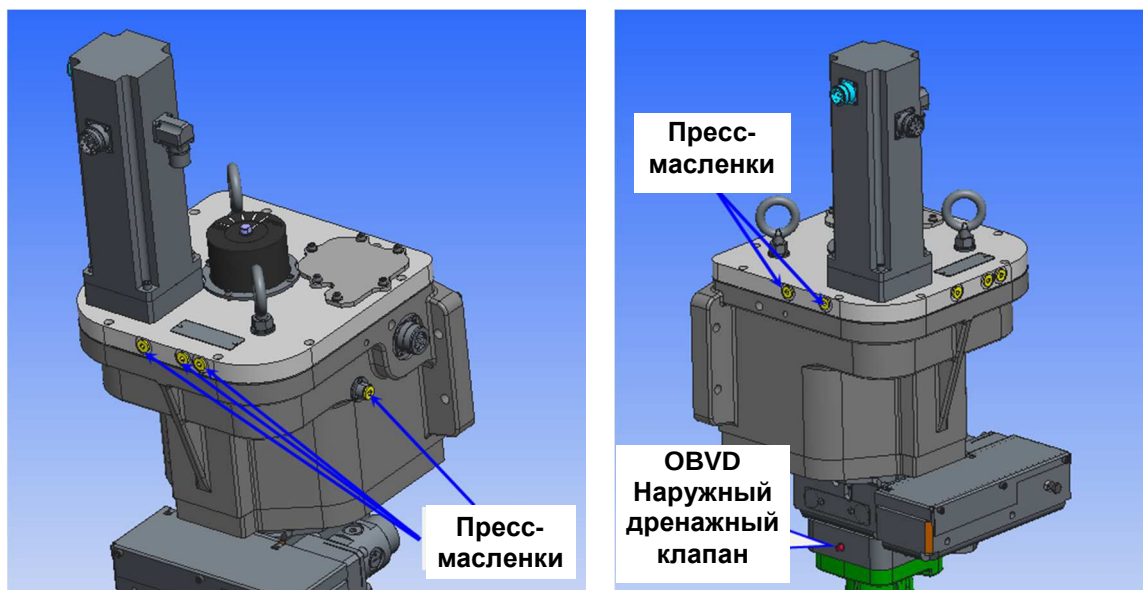

Рисунок 4–1. Пресс-масленки
2. Выньте все 6 заглушек из пресс-масленок (делайте это последовательно во время всей процедуры и повторите действия для остальных заглушек, пока не выполните действия для всех 6-ти заглушек) с помощью шестигранного ключа размером 3/16 дюйма (рисунок 4–1).
4. Присоедините резьбовой разъем смазочного шприца к резьбовому подшипнику пресс-масленки. Фитинг должен быть плотно установлен (рисунок 4–1).